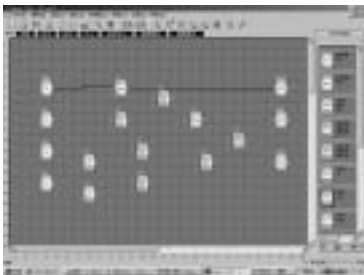

图 4.9 建立功能块连线
- 2. 当移动鼠标到功能块的输入输出口时, 鼠标的形状变为“+”, 表示可以按鼠标左键确定连线的一个端点, 此时单击一下鼠标左键然后移动鼠标到下一个功能块的输出端口 (或者输入端口), 系统可自动建立连线, 如图 4.9 所示: